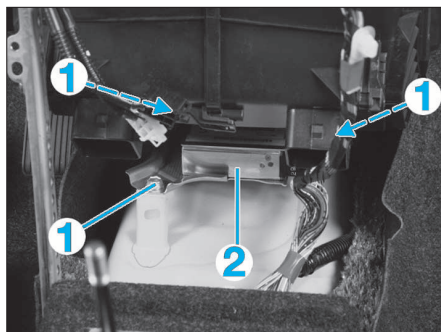

FIG. 24
- Déposer les 3 vis de fixation (1) du calculateur (2) (fig. 24).